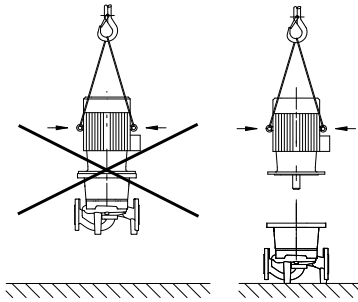

Fig. 8: 모터 운반
- 모터에 있는 운반 고리는 단지 모터의 운반을 위한 것이며 펌프 전체의 운반에는 적합하지 않습니다(Fig. 8).